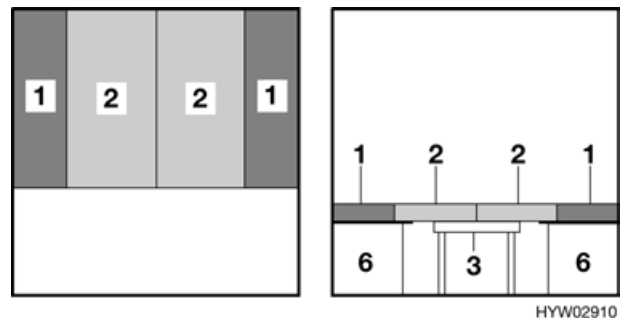

Bild 42 Nach dem Umbau
- Die Rückenpolster (Bild 42,1) an die Außenwand legen. Keilform beachten.
- Die beiden Sitzpolster (Bild 42,2) zwischen die Rückenpolster drücken.